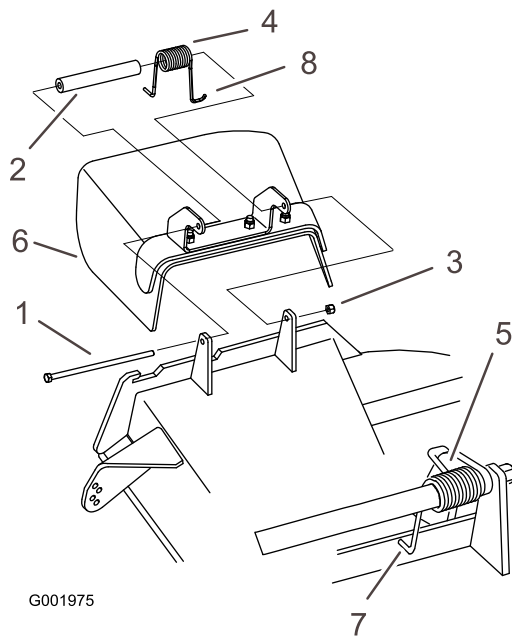

Figura 64
1. Togliete il dado di bloccaggio, il bullone, la molla e il distanziale che fissano il deflettore alle staffe orientabili del tosaerba (Figura 64). Togliete il deflettore di sfalcio se è danneggiato o consumato.
Nota: Verificate che l'estremità a **L** della molla si trovi dietro il bordo del piatto di taglio prima di montare il bullone, come illustrato nella Figura 64.
3. Montate il bullone e il dado. Infilate l'estremità a gancio **J** della molla attorno al deflettore dello sfalcio (Figura 64).